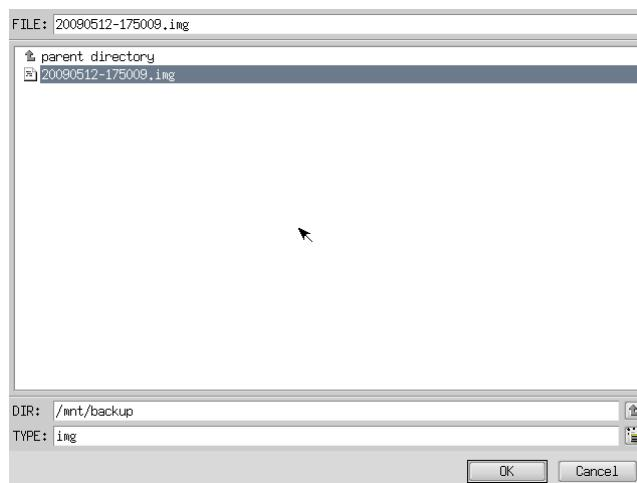

図 6-4-3. ファイル参照画面
- ⑦ ファイル参照画面（図 6-4-3）が表示されます。②で接続したメディアは、/mntにマウントされていますので、/mnt以下から目的のファイルを探してください。[OK]を押すとファイル選択画面にもどります。